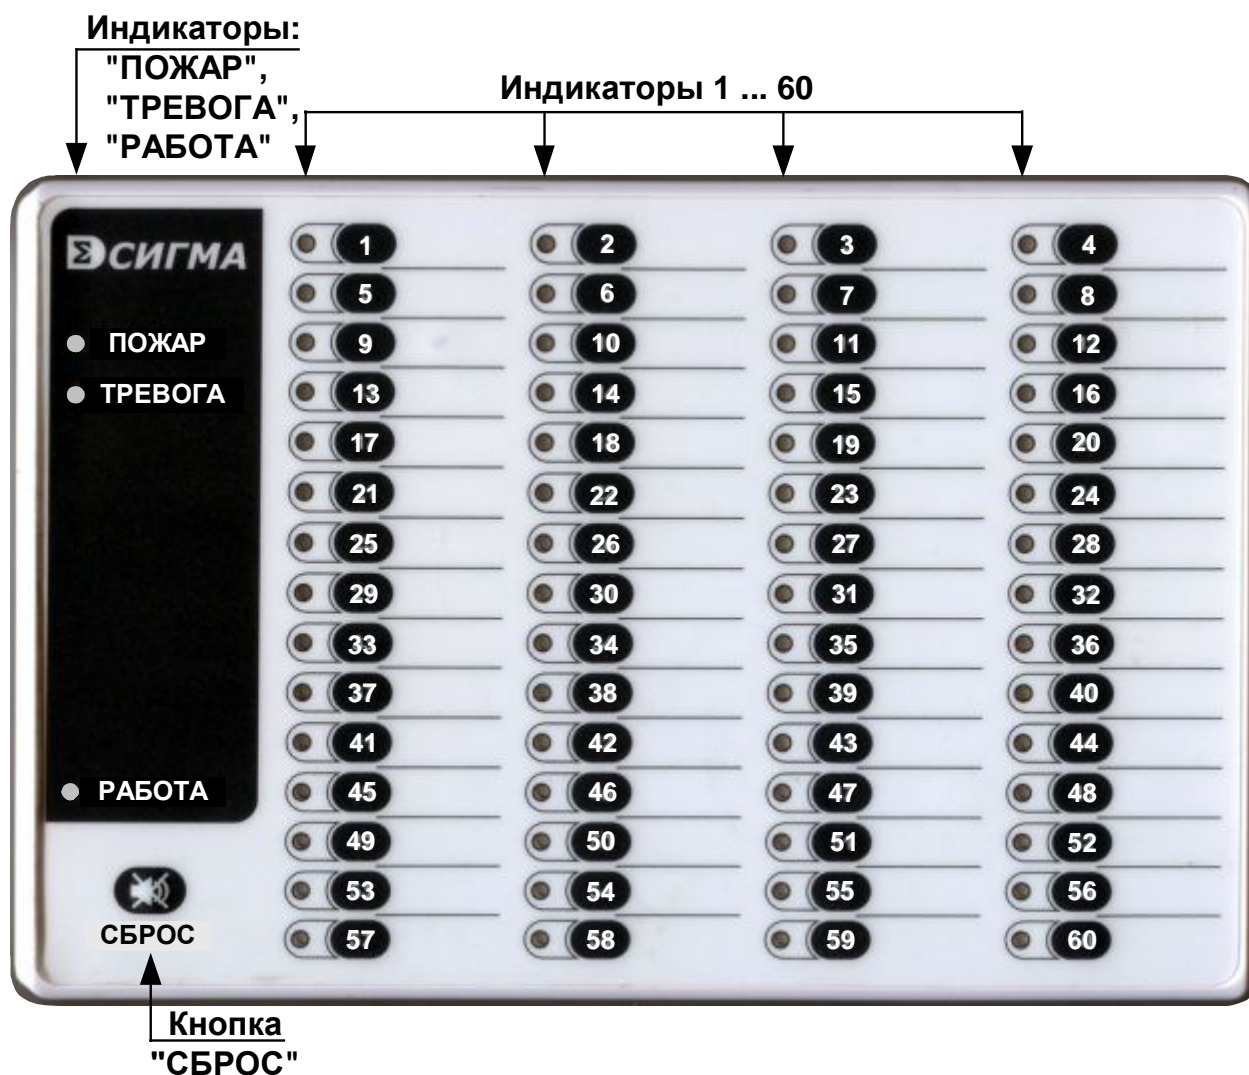
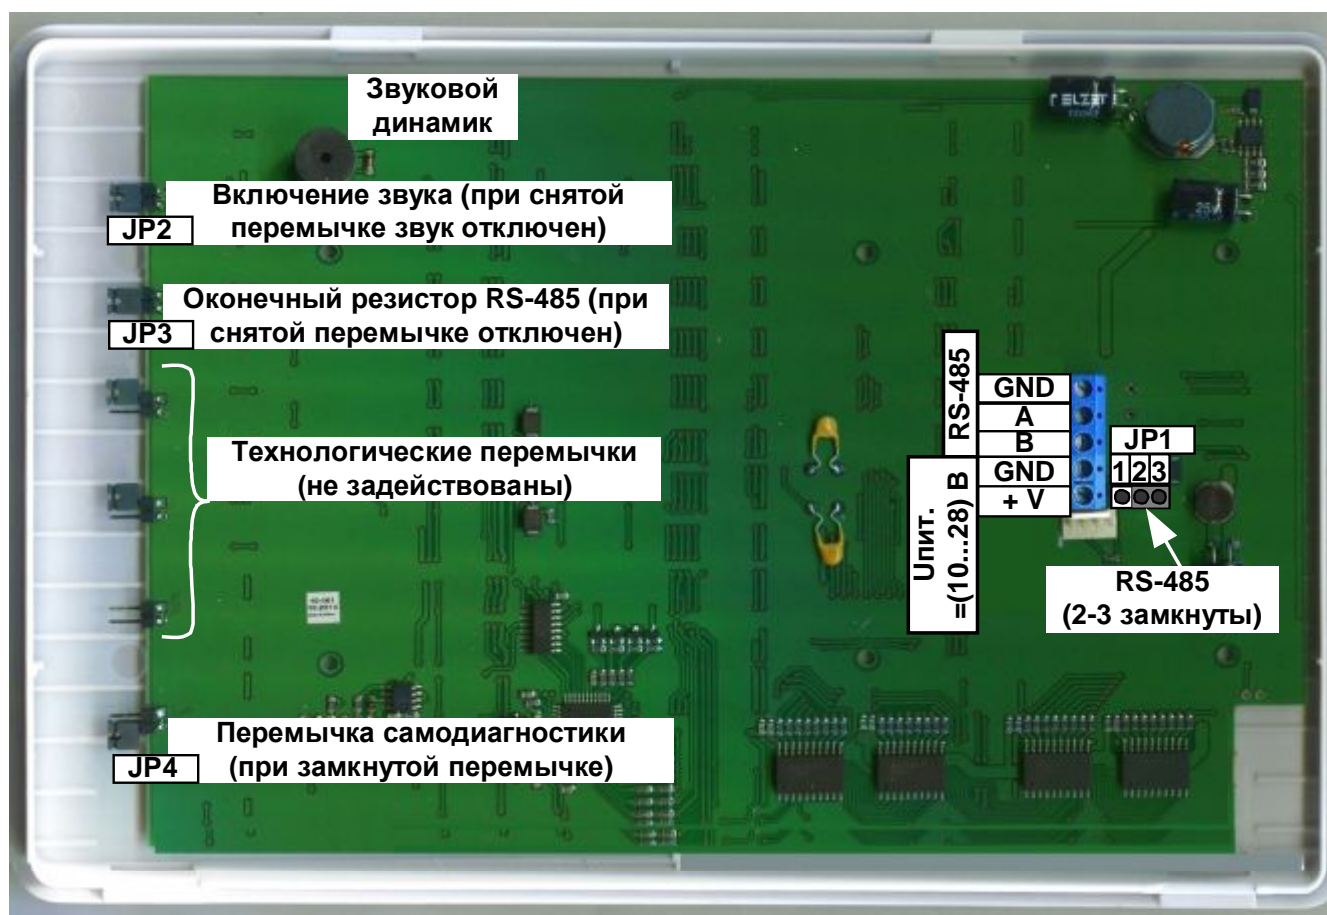

Рис. 1 Внешний вид БИС-Р
Рис. 3 Внешний вид платы БИС-Р. Подключение.
Внешний БИС-Р показан на Рис. 1. БИС-Р содержит 60 двухцветных индикаторов состояния, индикаторы "ПОЖАР", "ТРЕВОГА", "РАБОТА", кнопку "СБРОС". В составе БИС-Р предусмотрен звуковой динамик (см. Рис. 3).
5.3. Подключение БИС-Р к линиям связи с БЦП и источнику питания осуществляется через клеммную колодку, установленную на плате Рис. 3 Внешний вид платы БИС-Р. Подключение.